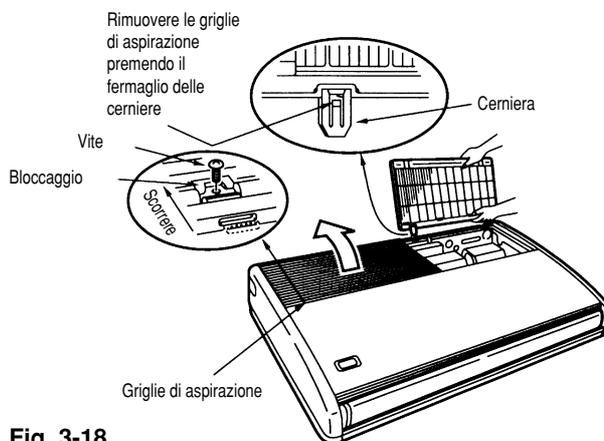
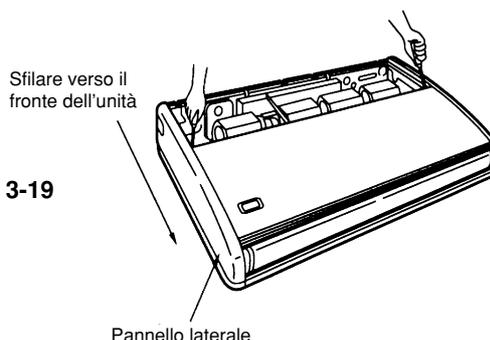

Fig. 3-18
Fig. 3-19
- (5) Prima di sospendere l'unità rimuovere le 2 o 3 viti che bloccano la chiusura delle griglie di aspirazione. Quindi aprire le griglie e rimuoverle premendo il fermaglio delle cerniere come in Fig. 3-18. Rimuovere le viti che fissano i due pannelli laterali quindi sfilarli in direzione del frontale dell'unità come da Fig. 3-19.